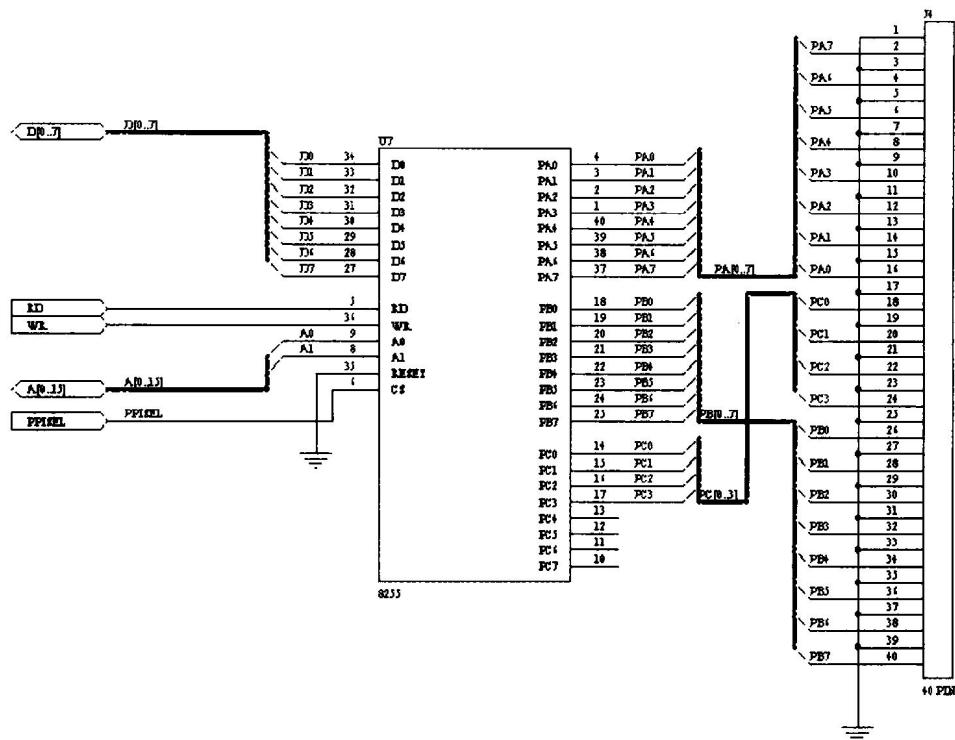

图1-1 原理图设计实例
- 原理图设计系统（Schematics）：它主要用于电路原理图的设计，为印制电路板的制作做准备工作。图 1-1 所示就是一个 Protel DXP 的原理图设计实例。